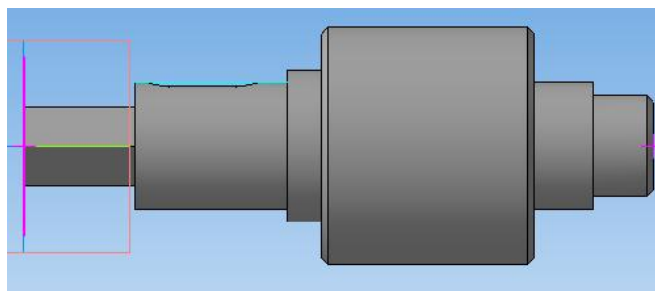

Рис. 1.
2. Выберите ориентацию модели. Главный вид модели вала рекомендуется разместить в соответствии с рис. 1.